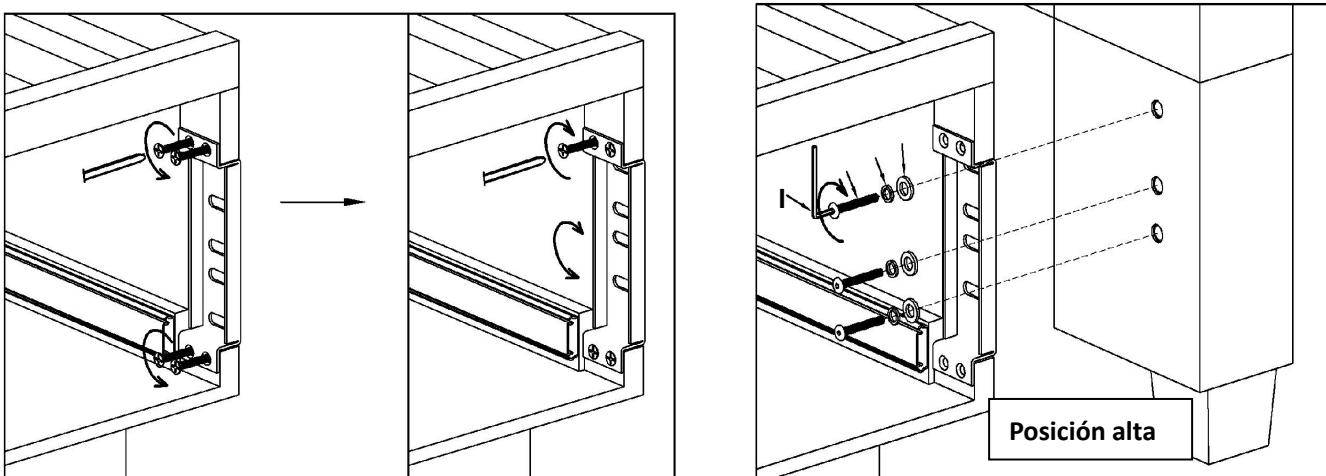

Fig. 6
44. Para invertir el soporte: quitar los 4 tornillos del soporte con un destornillador Phillips #2. Girar el soporte 180 grados y reemplazar los tornillos. Repetir en la otra estructura de almacenamiento lateral (A). Ver **Fig. 6**.
46. Ajustar todos los pernos con la llave Allen que se proporciona (I).